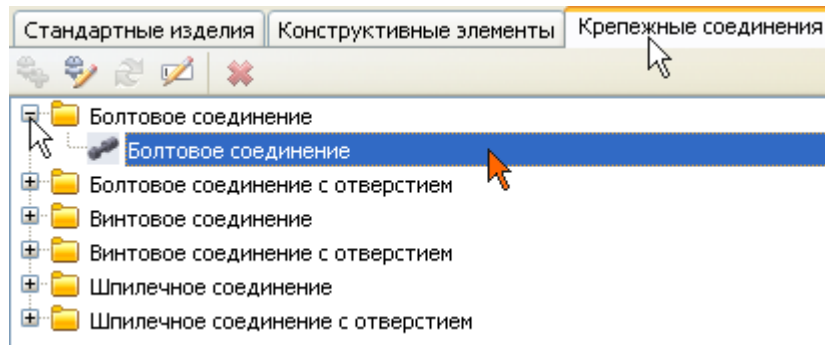

Рисунок 32.
- Выполните **двойной** щелчок мышью на элементе Болт::Шайба-Гайка (рис. 32).